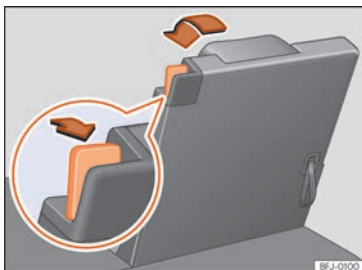

Fig. 157 Troisième rangée de sièges : mise en place du siège en position de plancher de chargement.
- Tirez le levier de déverrouillage » fig. 157 entièrement vers l'arrière pour déverrouiller le dossier du siège.
- Tirez sur la dragonne située sur le dossier du siège » fig. 157 pour le relever. **OU** : relevez le dossier du siège avec la main depuis l'habitacle.
- Le repère rouge sur le levier de déverrouillage » fig. 157 doit devenir invisible.
- La présence d'un repère rouge sur le levier de déverrouillage »» fig. 157 indique que le dossier n'est pas enclenché. Lorsque le dossier est correctement enclenché, ce repère est invisible.